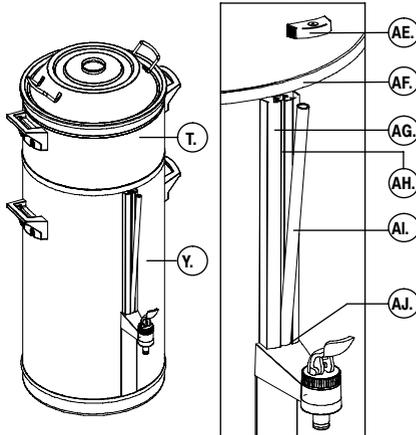

Fig. 10 Pulizia del vetro spia
- Pulire il vetro spia (vedere fig. 10 ).